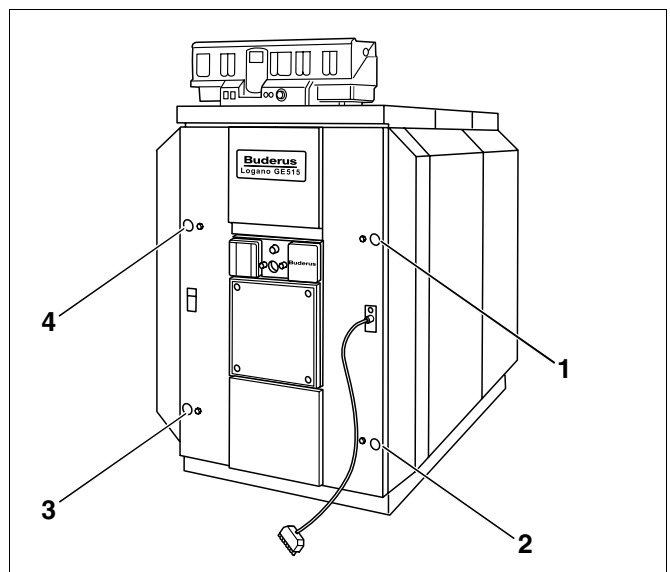

Fig. 71 Brænderdørens montering
- Løsn de fire maskinskruer, som holder brænderdøren fastspændt på det forreste element (fig. 71, **pos. 1 til 4**).